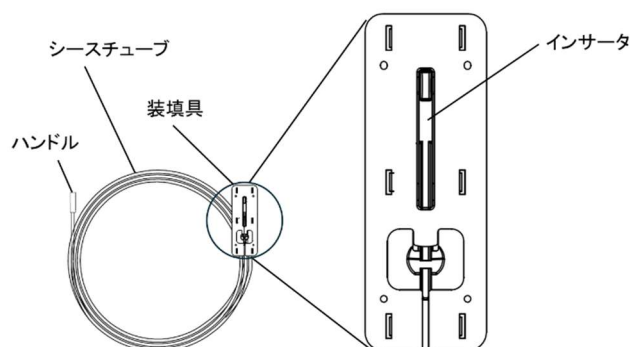

図 1. 無菌包装から取り出した時の本品の状態。
- 1) 無菌包装のヒートシール(R部)を開封し、シース先端に組付けられている装填具(図 1)が外れないよう慎重に本品を取り出す。
- 1) 本品を無菌包装から取り出す際には、無菌包装の R 状ヒートシール部分から大きく開封し、本品全体(図 1)が引っ掛からないよう注意して、本品を取り出すこと。[無菌包装のヒートシールを十分に開封せず無理に本品を取り出そうとすると、本品が無菌包装のヒートシール部に引っ掛かり、本品が破損(シースチューブがキンクする、装填具が外れる、本体が脱落する等)し、使用出来なくなる可能性がある。]